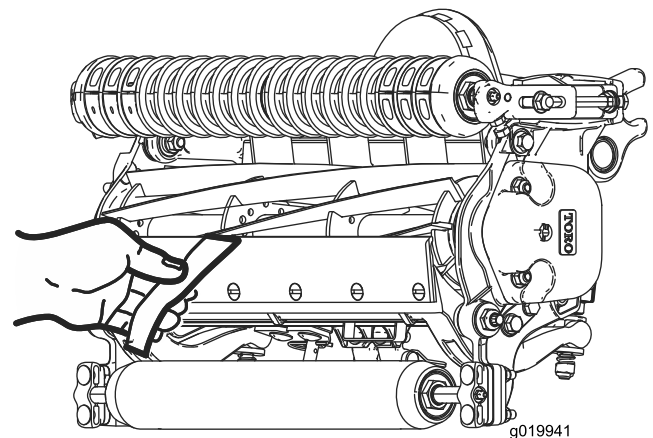

Bild 18
10. Testen Sie die Mähleistung, indem Sie einen langen Streifen des Schnittleistungspapiers (Toro Bestellnummer 125-5610) senkrecht zum Untermesser zwischen die Spindel und das Untermesser legen (Bild 18). Drehen Sie die Spindel **langsam** vorwärts; das Papier sollte geschnitten werden.